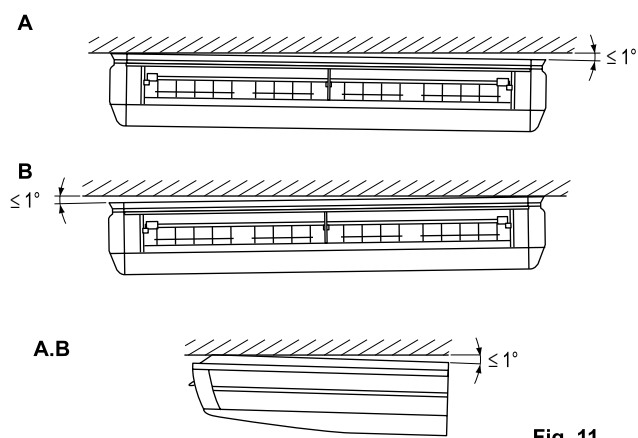

Fig. 11
- (5) Ao pendurar o corpo principal da unidade interior, utilize um nível ou um tubo de plástico com água para garantir que a tubagem de drenagem está nivelada ou ligeiramente inclinada, para garantir uma drenagem adequada. (Consulte a Fig. 11)